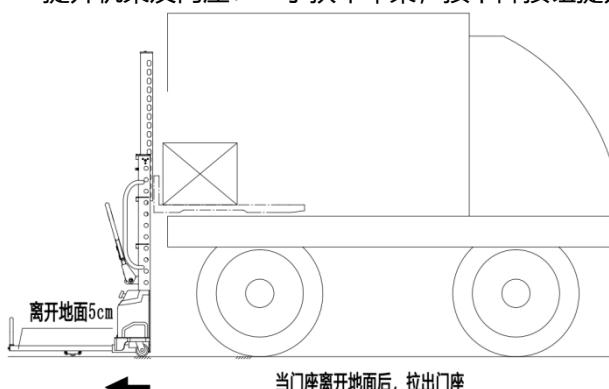

图 19 拉出门座
- 拉出门座：按下降按钮（图 9 中 4 ），下降货叉至货车车厢平台上，并略提升机架后，直到门座离开地面大于 5cm 后松开下降按钮（图 9 中 4 ），站立于车辆一侧，一手扶牢车架一手抓住门座扶手并向后拉出门座至最大距离。如图 19 ；